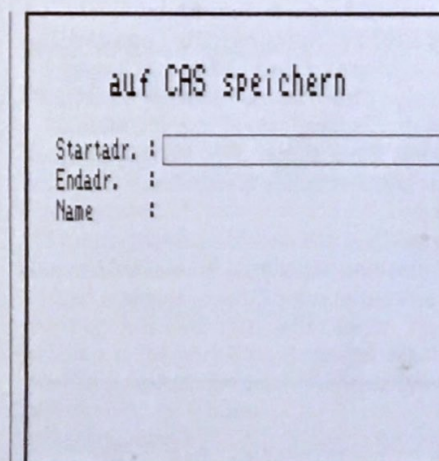

Bild 11. Startadresse, Endadresse und Namen des Datenpaketes werden vom Menüpunkt „auf CAS speichern“ abgefragt
- Es meldet sich das Kassettenmenü. Bild 11 zeigt den Bildschirm.